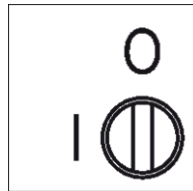
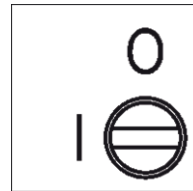

Abbildung 4.1
Abbildung 4.2
- Stellen Sie den Betriebsartwahlknopf auf Position I (Bild 4.2)
- Legen Sie nach der Grundglutbildung größere Stücke Holz oder Kohle in den Feuerraum schließen Sie die Feuerraumtür und stellen Sie den Betriebsartenwahlknopf auf Position 0 (Bild 4.1). Bei der Verwendung von Briketts als Brennstoff muss abgewartet werden, bis die gesamte eingegebene Brennstoffmenge erhitzt ist, und erst dann der Betriebsmodus-Wahlknopf auf Position 0 gestellt werden (Bild 4.1).
Die Taste zur Wahl der Betriebsart des Herdes hat zwei Positionen (Bild 4.1, Position 4.2) und befindet sich auf dem Kochfeld.
0 – zum Kochen, Backen und Erhitzen (Bild 4.1) | – zum Anzünden eines Feuers und Kochen (Bild 4.2)